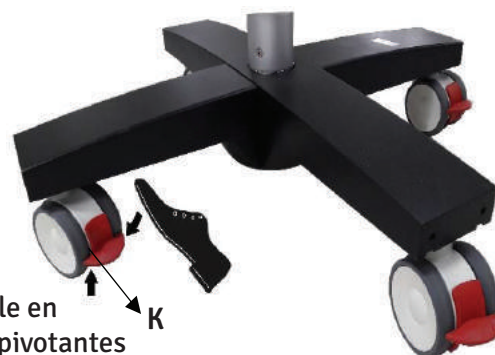

Fig. 18
Verrouiller le support pour éviter tout mouvement indésirable en appuyant sur les quatre freins (K) fournis avec les roulettes pivotantes et lever les freins pour les relâcher comme indiqué dans la Fig. 18.